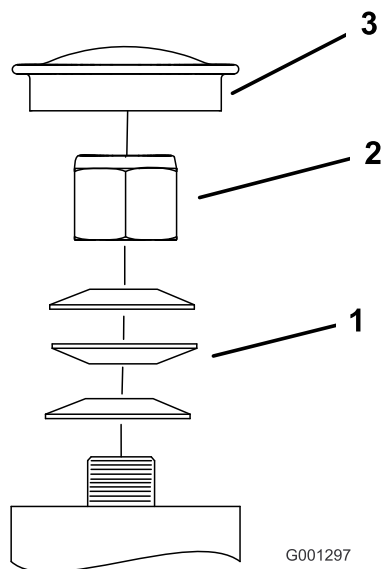
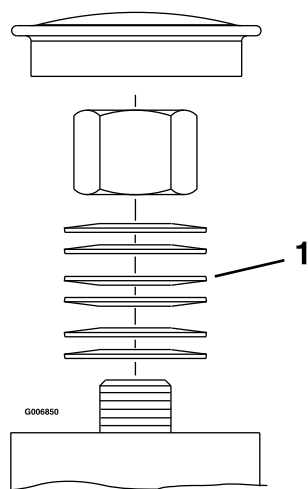

Figura 52
Figura 53
3. Togliete il coperchietto antipolvere dalla ruota orientabile e serrate il dado di bloccaggio (Figura 52 e Figura 53).
- Serrate il dado di bloccaggio finché le rondelle elastiche non sono piatte, quindi allentate di un quarto di giro per mettere a punto il precarico sui cuscinetti (Figura 52 e Figura 53).
Importante: Verificate che le rondelle elastiche siano correttamente montate, come riportato nella Figura 52 e nella Figura 53.